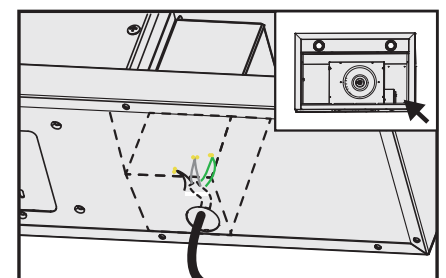

Figure 8
- **AVERTISSEMENT : TOUS LES CONNECTEURS DOIVENT ÊTRE EN FERMÉS DANS LE COMPARTIMENT DU CÂBLAGE (voir Figure 8).**